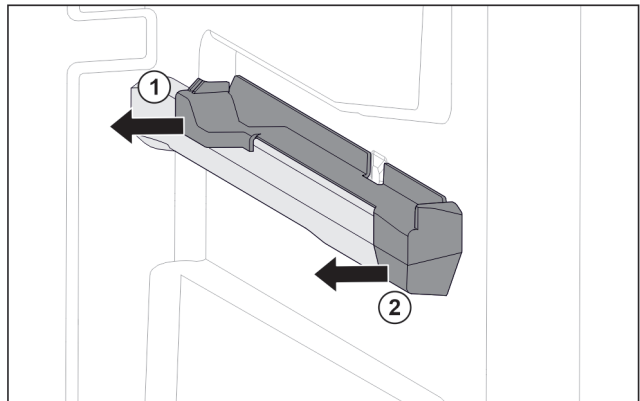

Fig. 31 Insteekeslement op rechter containerrib
- ▶ Insteekeslement achter naar de zijkant toe eraf trekken. Fig. 31 (1)
- ▶ Insteekeslement voor naar de zijkant toe eraf trekken. Fig. 31 (2)